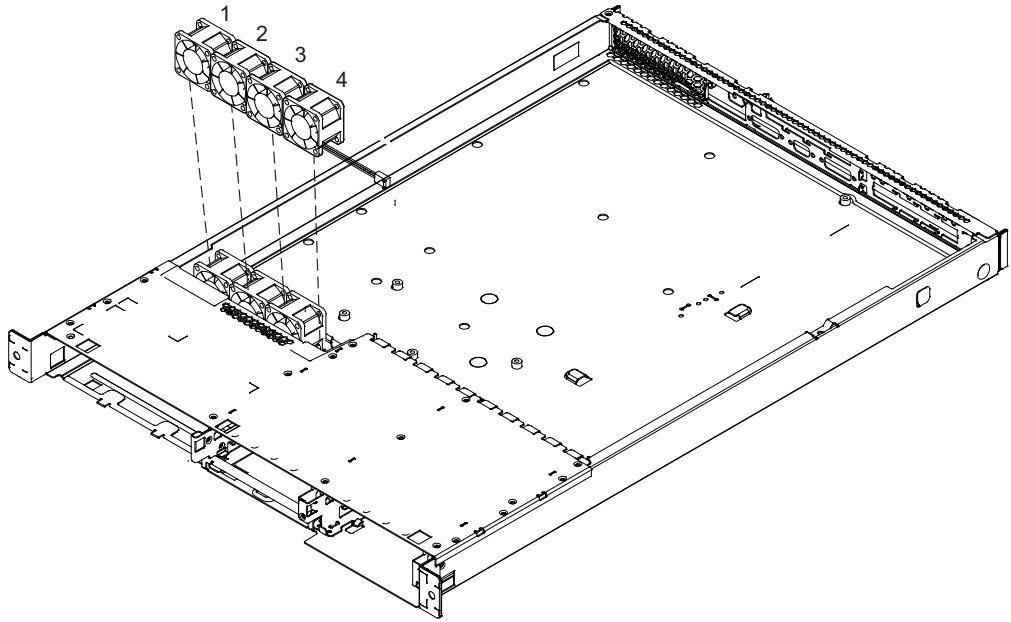

図 182. マイクロプロセッサ・ファンの交換
1. ファンを固定クリップの中に押し下げます。534 ページの図 182 を参照してください。
注: ファンには、左から右に 1 から 4 の番号が付いています。図 182 を参照してください。